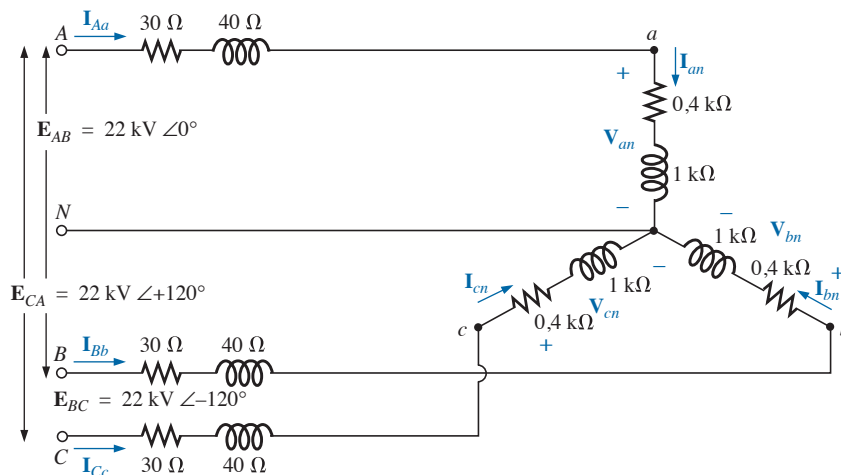

Figura 23.41 Problema 9.
- *9. Dado o sistema Y-Y visto na Figura 23.41: